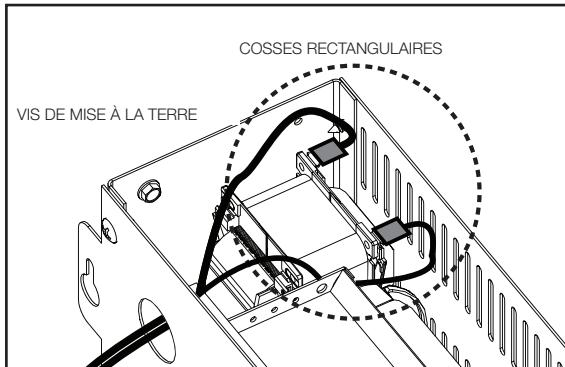

FIG. 8
- H. Alignez la soufflerie avec l'arrière du boîtier de contrôle et fixez-la avec les deux vis fournies dans l'ensemble (FIG. 8).